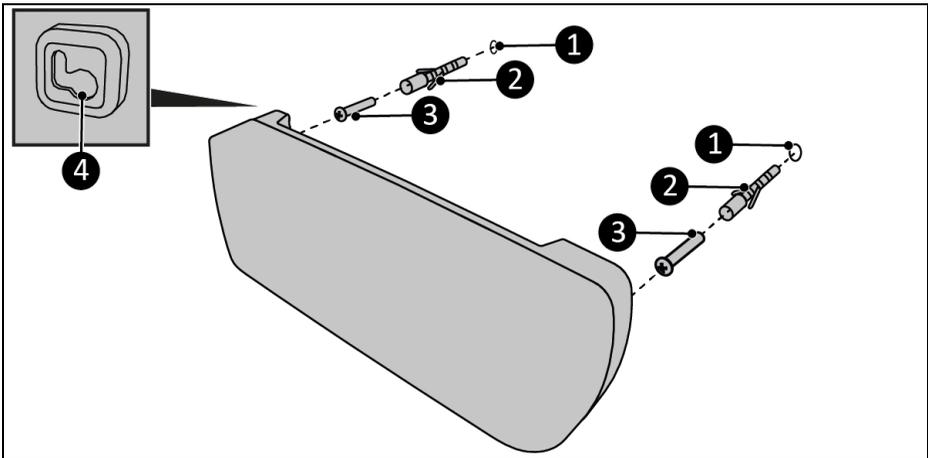

Abbildung 8
4. Bohren Sie zwei 10-mm-Löcher im horizontalen Abstand von 39,4 cm an der gewünschten Stelle (Abbildung 8, Pos. 1).
5. Führen Sie die Dübel in die Löcher ein (Abbildung 8, Pos. 2).
6. Drehen Sie die Schrauben fest in die Dübel ein (Abbildung 8, Pos. 3). Stellen Sie sicher, dass die Schrauben 10 mm herausragen.
7. Platzieren Sie die Aufhängeösen auf der Rückseite des Geräts über den Schrauben in der Wand (Abbildung 8, Pos. 4).